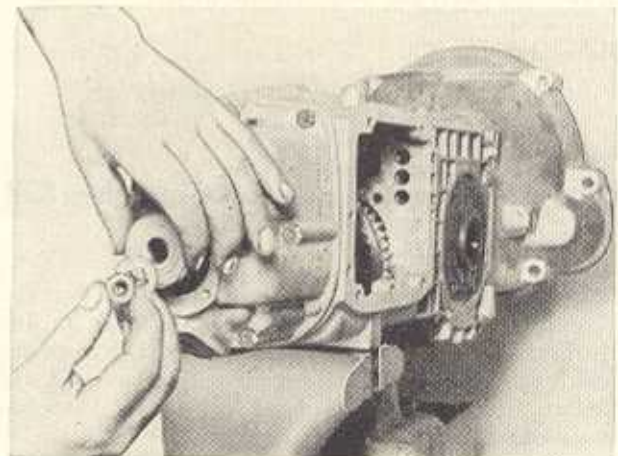

Bild G 84. Aufsetzen des Tachoantriebsrades
5. Schraubenrad für Tachoantrieb mit Fase in Aufschieberichtung ansetzen und unter Beilegen des Sicherungsbleches 3091096420 die Sechskantmutter festziehen. Sechskantmutter mit Sicherungsblech absichern (Bild G 84).